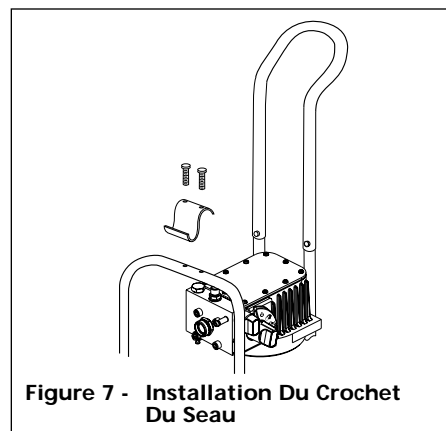

Figure 7 - Installation Du Crochet Du Seau
10. Aligner les deux trous dans le crochet du seau avec les deux trous supérieurs dans le haut du châssis. (Voir Figure 7).